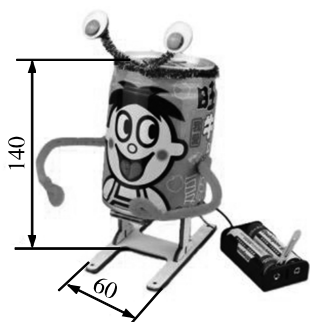
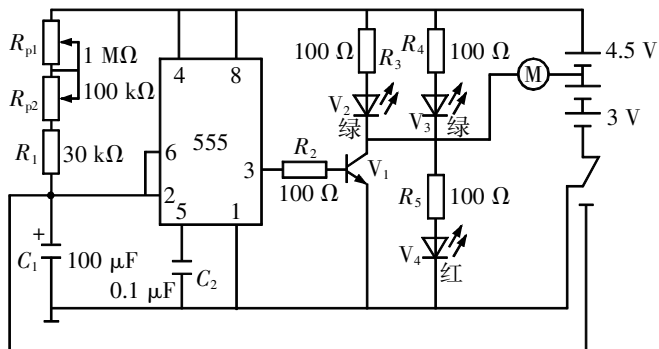

图 1
图 2
- (1) 该系统中四个送料轮最合适的是(单选)_____ (A. 表面光滑的金属轮; B. 耐磨的橡胶轮)。
- (2) 关于该系统的分析中,不恰当的是(多选,全选对得分)_____。
- (3) 实际使用中若要切割更长的橡胶板材,下列措施可行的是(单选)_____ (A. 向右移动送料轮; B. 向右移动切割机构; C. 向右移动光电传感器和光源; D. 提高送料轮转速)。
- (4) 采用单个电机驱动送料轮,下列关于送料轮的传动方案中可行的是(多选,全选对得分)_____。
29. [改编]小通去扔垃圾时发现小区里的垃圾箱的门需要手动打开(如图1),不方便且容易弄脏手。小通想设计一个电动开门装置装在垃圾箱内侧(如图2),实现通过红外感应控制垃圾箱自动开关门,且开门90°后能保持一段时间后再关闭。请你帮助小通设计该装置的机械部分,设计要求如下:
- ①采用电机驱动,通过电机正反转实现垃圾箱门的可靠开闭;
- ②电机安装在垃圾箱边框的虚线框内,连接构件安装在垃圾箱门板的虚线框内;
- ③垃圾箱开门角度可达90°,且能稳固保持;
- ④除红外感应外还可手动推开垃圾箱门。
- (1) 设计该装置时,不需考虑的是(单选)_____ (A. 垃圾箱边框的尺寸; B. 垃圾箱门板的尺寸; C. 垃圾箱的总体尺寸; D. 装置的强度)。
30. [原创]在通用技术实践课上,小明组装了一台简易行走机器人(图 1),该机器人可实现双足前进。图 2 所示是该简易模拟机器人的控制电路图,其中控制开关为单刀双掷型,在上面位置为工作状态,下面位置为关机状态。在工作状态,电动机 M 会运转一段时间后自动停止。请根据题意及图表描述,完成以下任务: